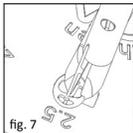

fig. 7
■ **fig. 7/8** Pentru închiderea plăcuței din capăt trebuie utilizat cleștișorul de închidere din titan (REF 8000137)! Cu cleștișorul de strângere (REF 8000 137) se îndoaie drept colierul în cadrul plăcii de capăt a protezei și astfel se fixează placa de capăt pe tija protezei (fig. 7). Pentru aceasta trebuie să se aibă grijă ca partea de lungime corectă a cleștișorului de strângere să se potrivească pe poziția corespunzătoare a plăcii de capăt a protezei.